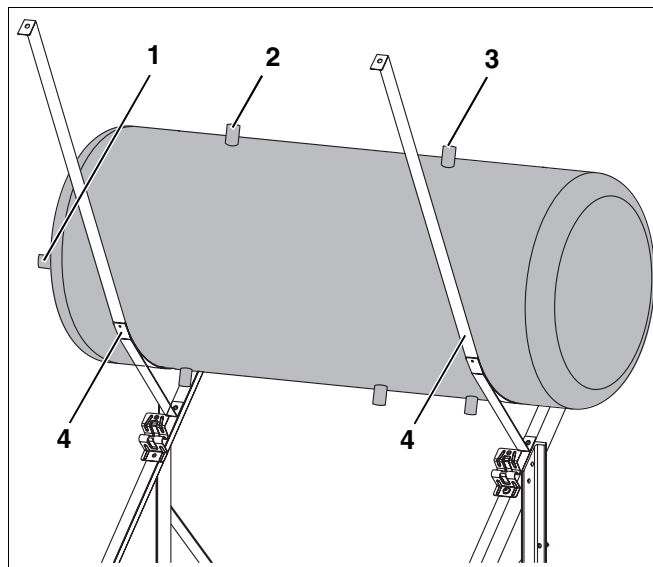

Fig. 11 Colocar o termoacumulador nas cintas de aperto
Preste atenção para que a ligação da avanço (fig. 11, **item 1**) esteja do lado esquerdo, visto da frente.
- B Colocar o termoacumulador nas cintas de aperto (fig. 11, **item 4**).
- B Alinhar o termoacumulador de maneira que este fique no centro das cintas de aperto (fig. 11, **item 4**) e que o lado com as duas ligações (fig. 11, **item 2 e 3**) fique em cima.